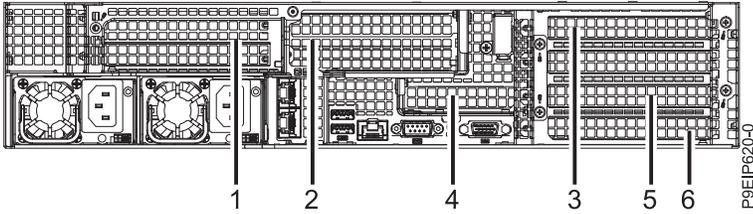

Figura 52. Posiciones del adaptador PCIe 9006-22P
2. Un adaptador puede compartir una tarjeta de expansión PCIe con otros adaptadores. Consulte la Figura 52 en la página 50.